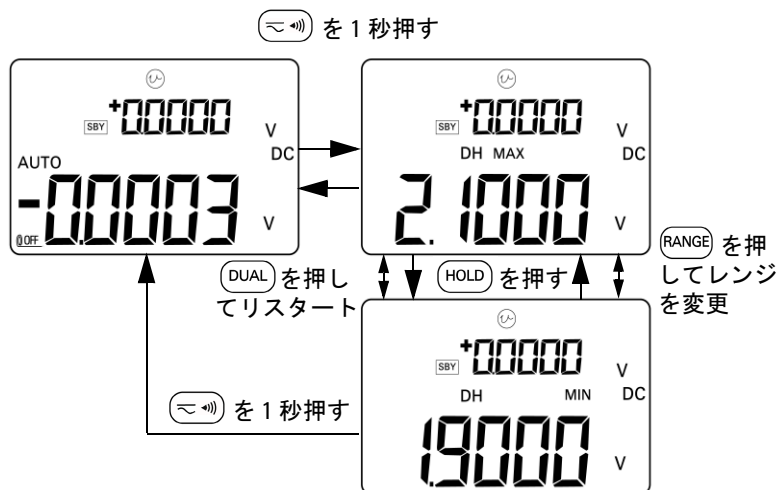

図 3-10 1 ms ピーク・ホールド・モード
- 2  を押して、ピーク・モードをオンにした後のピーク + またはピーク - 値を示します。DH MAX インジケータにピーク + 値が、DH MIN インジケータにピーク - 値がそれぞれ示されます。図 3-10 (64 ページ) を参照してください。